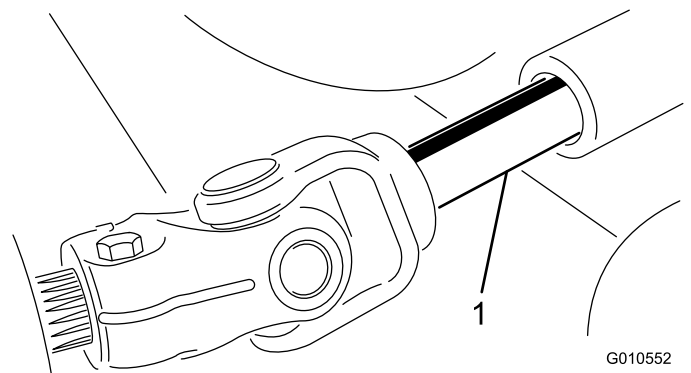

図 25
5. PTO シャフトのオスメスの接続部分を解除して、カuttingユニットをトラクションユニットから引き出す(図 25)。
3. オスの PT0 シャフトとメスの PT0 シャフトを接続する (図 25)。